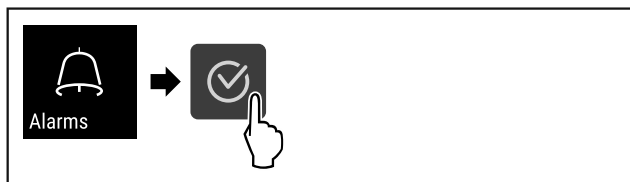

Fig. 104
- ▶ Végezze el a gyakorlati lépéseket (lásd Fig. 104) .